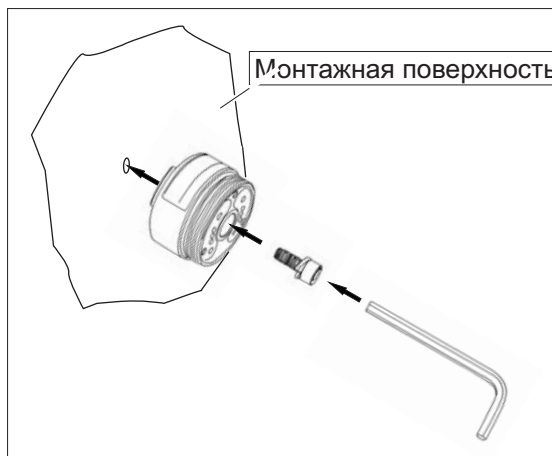

Рис. 11: Крепление на монтажной поверхности
2. Закрепите устройство контроля колебаний при помощи винта с цилиндрической головкой и пружинной шайбы с силовым замыканием на монтажной поверхности (рис. 11).